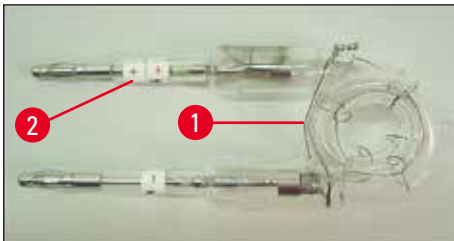
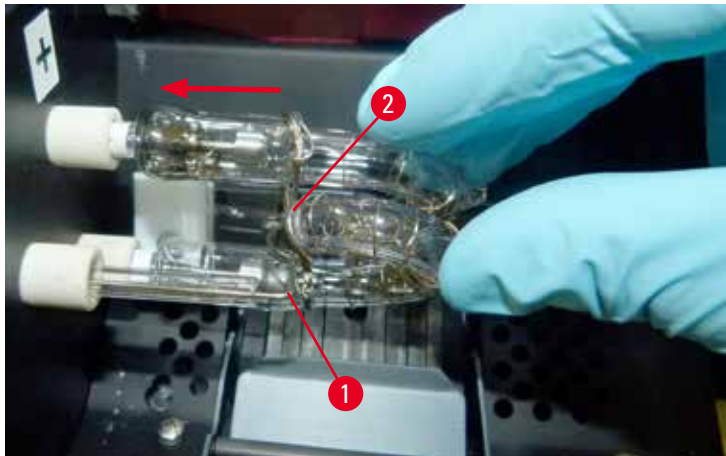

図 21
図 23
2. 新品のフラッシュランプ(→"図 21")をソケット(→"図 20-3")に取り付けます。次にランプを慎重に奥まで(「+」の極性マーカーが隠れるまで)押し込みます(→"図 23")。必要に応じて、フラッシュランプをやさしく上下に揺すりませます。